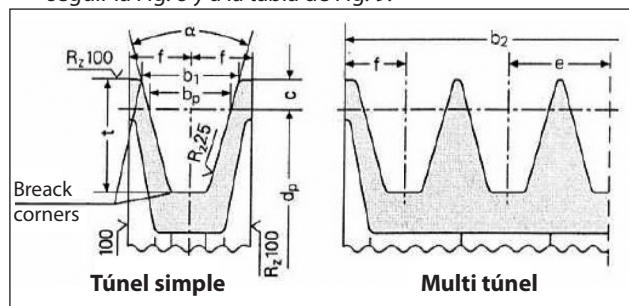

Fig. 8
- a) Utilizar poleas con correas trapezoidales con las dimensiones del canal prescritas/recomendadas por el fabricante de la correa utilizada. A falta de indicaciones, seguir la Fig. 8 y a la tabla de Fig. 9.